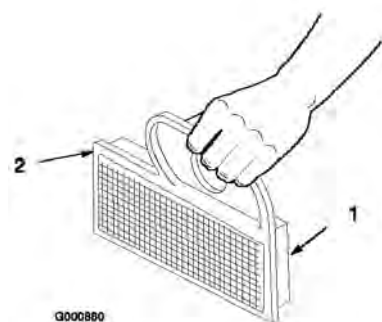

Bild 29
- A. Klopfen Sie den Einsatz leicht auf eine flache Unterlage, um Staub und Schmutz zu beseitigen (Bild 29).